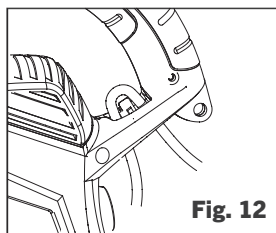

Fig. 12
3. Faire passer la rallonge dans l'ouverture de la poignée comme illustré à la fig. 12.